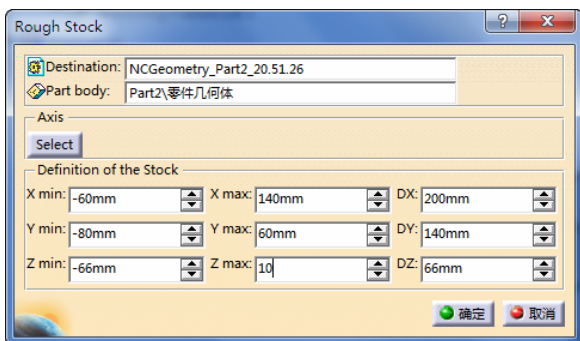

图 3-91 “Rough Stock”对话框(2)
2) 在图形区, 一个线框包围着整个零件, “Rough Stock”对话框(2)下部将显示毛坯尺寸, 编辑相关尺寸如图3-91所示。